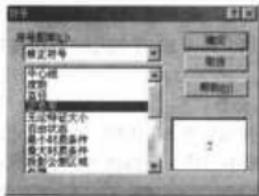
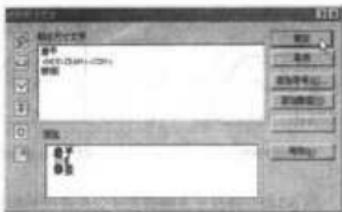

图 6-140 “符号”对话框
图 6-139 “修改尺寸文字”对话框
(25) 修改文字。单击“修改文字”按钮，弹出如图 6-139 所示“修改尺寸文字”对话框。尺寸文本自动显示在“标注尺寸文字”文本框中，由<DIM>表示。在“标注尺寸文字”文本框中单击，然后可输入文字、添加符号，并可以编辑尺寸文字的排列。单击左侧的某个符号工具，可以在光标所在位置添加相应的符号，也可以单击右侧的“添加符号”按钮打开如图 6-140 所示的“符号”对话框，选择符号图库中的符号，单击“确定”按钮，添加所选符号到指定位置。